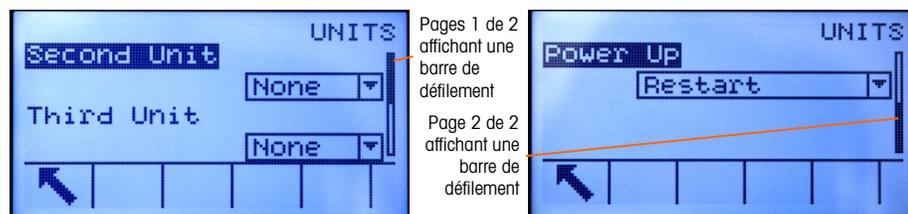

Figure 2-3 : Exemple de barres de défilement indiquant trois pages de champs de configuration
- Les touches de navigation HAUT et BAS. Elles permettent d'aller en haut et en bas vers différentes options de configuration dans l'arborescence de menu (le texte en surbrillance représente la sélection), vers divers champs dans une page de configuration et de passer à une autre page de touches programmables disponibles. Les touches de navigation HAUT et BAS sont également utilisées pour passer à une page suivante ou précédente lorsqu'une barre de défilement indique que deux ou trois pages sont utilisées pour les champs de configuration associés à un paramètre spécifique. L'exemple de la Figure 2-3 illustre un paramètre de configuration ayant besoin de trois pages pour afficher tous les champs de configuration associés. Les barres de défilement indiquent quelle page parmi les trois est affichée.